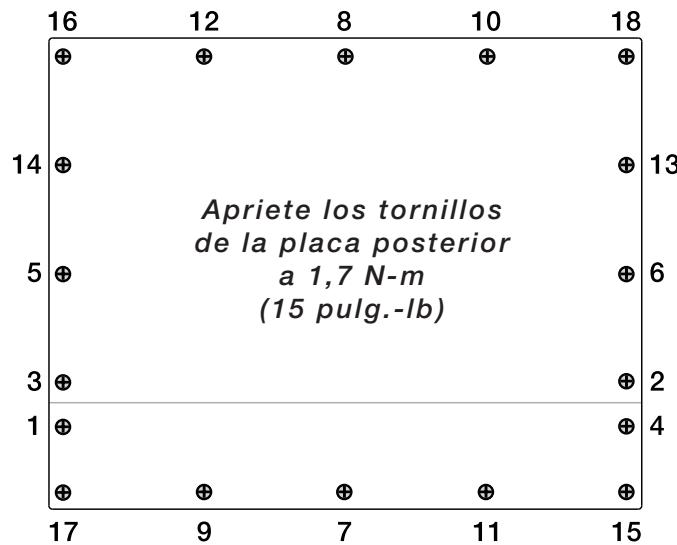

Figura 3-1. Placa posterior de la carcasa 920i
3. Apriete los tornillos a 1,7 N·m (15 pulg.-lb), siguiendo el patrón mostrado en la Figura 3-1, para evitar distorsionar la junta de la placa posterior.
4. Vuelva a instalar la placa posterior (Figura 3-1 en la página 17).